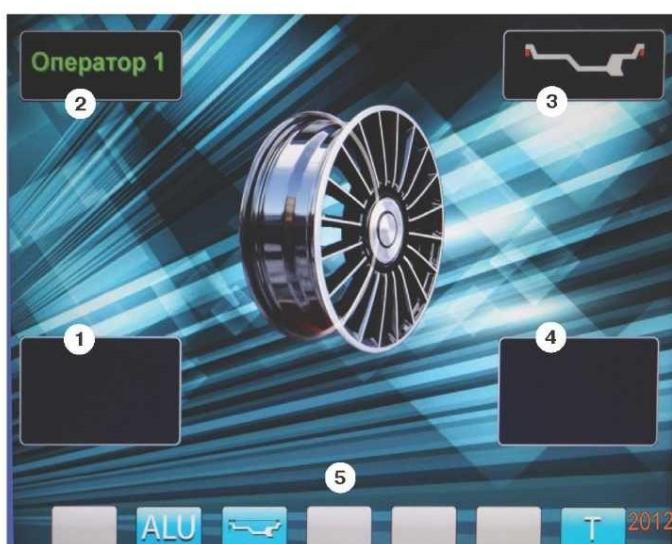

рис.8.2.
8.3. После включения питания СБ на экране монитора отображается фирменная заставка, которая через несколько секунд сменяется отображением экрана основного рабочего режима (рис. 8.2).
12.2 При включении СБ программа измерения дисбаланса настраивается таким образом, что дисбаланс менее 5 г (заводская установка) на любой плоскости коррекции не показывается, в этом случае в окнах 1 и 4 (рис. 8.2) высвечиваются «ОК». Минимальный дисбаланс отображающийся в окнах 1 и 4 равен 5 г. Дисбаланс, превышающий 5 г, округляется до величины кратной 5, т. е. дисбаланс 9, 10, 11 и 12 г отображается цифрой 10, дисбаланс 13, 14, 15, 16 и 17 г - цифрой 15 и т. д. Для просмотра неокругленного значения дисбаланса или дисбаланса менее 5 г. необходимо нажать кнопку «<>», при этом в окнах 1 и 4 на 2-3 сек высвечиваются фактические значения дисбаланса, определенные в данном запуске.
12.3.4. Для проверки результатов балансировки снова запустите СБ. Если колесо отбалансировано правильно, на индикаторах 1 и 4 (рис. 8.2.) отображаются символы «OK».